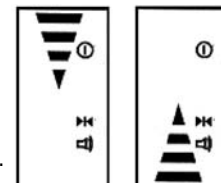

Figure 5 Figure 6
- Si la pantalla LCD muestra una flecha "hacia abajo" y emite sonidos breves rápidos, esto indica que la señal del nivel láser está ubicada debajo del detector (Fig 5).